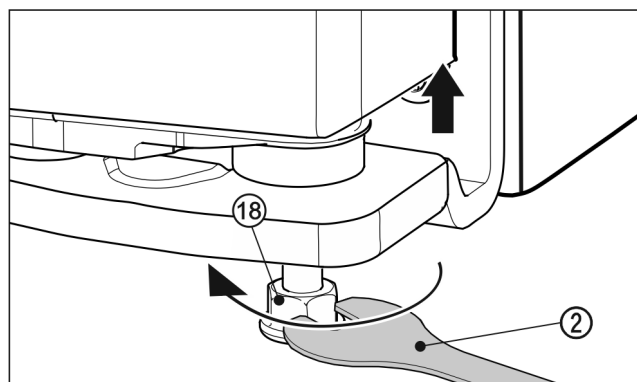

Fig. 25
- Aby unieść drzwi nóżkę Fig. 25 (18) wykręcić w prawo przy pomocy dotłączonego klucza widlastego Fig. 25 (2), aż będzie przylegać do podłoża. Następnie obracać dalej, aż wysokość drzwi zostanie wyregulowana. Podczas dostawy trzpień zawiasu jest całkowicie wkręcony.